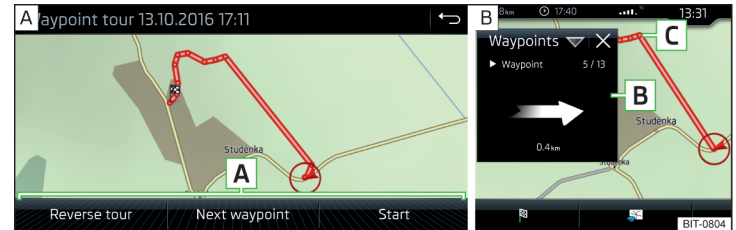

Abb. 236 Anzeige einer Wegpunkt tour / Abfahren einer Wegpunkt tour
- Eines der folgenden Menüs auswählen » Abb. 236 - **A**.
Während des Abfahrens einer Wegpunkt tour erfolgt im Zusatzfenster **Wegpunkt tour** die Anzeige der Richtung sowie des Abstands zum nächsten Wegpunkt, der fortlaufenden Nummer des nächsten Wegpunktes sowie der Gesamtzahl der Wegpunkte **B** » Abb. 236 - **B**.
Die Wegpunkt tour von der Fahrzeugposition zum nächsten Wegpunkt „nimmt“ während der Fahrt sukzessive „ab“ **C** » Abb. 236.
- › Anzeige der Wegpunktstour » Abb. 236 auf Seite 208